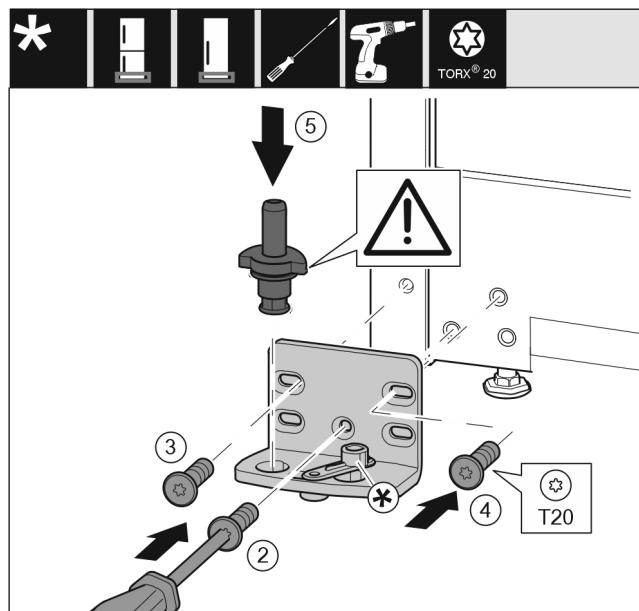

Fig. 16
- Coloque el soporte de cojinete en el otro lado y atornílelo con la ayuda de un destornillador T20. Comience por el tornillo 2 en la parte inferior central. Fig. 16 (2)
- Atornille los tornillos 3 y 4. Fig. 16 (3,4)
- Coloque el perno de cojinete completo. Preste atención a que el saliente de retención esté orientado hacia detrás. Fig. 16 (5)